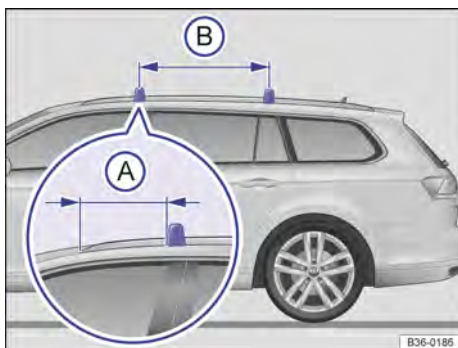

Fig. 260 Longarina do bagageiro de teto: fixação das barras de suporte.
As barras de suporte são montadas na longarina do bagageiro de teto. Assim, a distância da barra de suporte até a base do bagageiro do teto dianteiro → Fig. 260 (A) deve ser de **39 cm**. A distância entre as barras de suporte (B) deve ser de aproximadamente **75,5 cm**.
- Sempre montar as barras de suporte de maneira correta. Para isso, manter as distâncias indicadas na figura → Fig. 260.